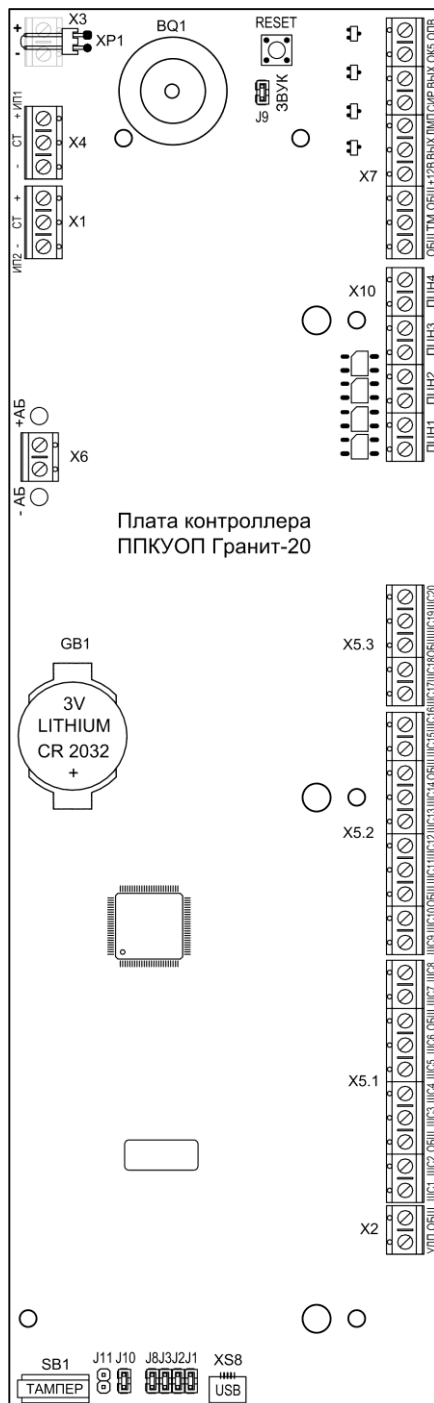
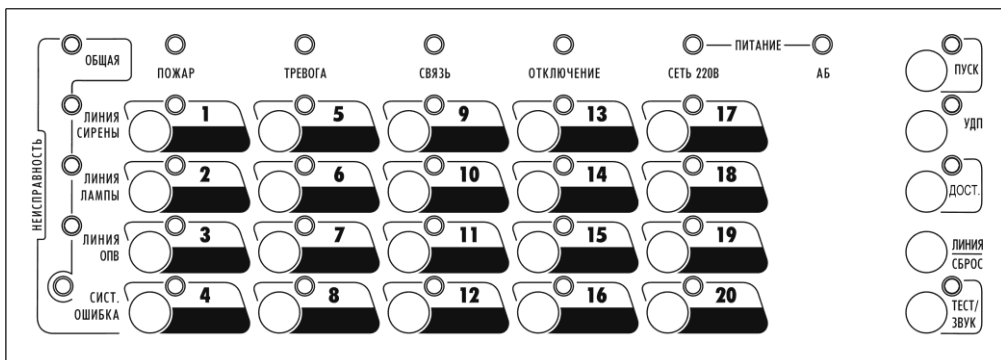

Рис.1 Плата контроллера прибора (вид со снятой панелью и платой индикации)
Рис.2 Панель индикации и управления ППКУОП Гранит-20
Конструктивно прибор состоит из корпуса (основания) и съёмной крышки. В корпусе расположены: плата контроллера (см. рис.1) с установленной на ней платой индикации и плата источника питания. На плате индикации установлена панель индикации и управления прибора (см. рис.2). В корпусе прибора также предусмотрен отсек для размещения аккумуляторной батареи.
На плате источника питания прибора (расположена под платой контроллера, на рис.1 не показана) расположен клеммник «220В», предназначенный для подключения прибора к сети 220 В и установлен самовосстанавливающийся предохранитель, который не требует замены после срабатывания.
(рис. 1) расположены:
На плате источника питания (расположена под платой контроллера, на рис.1 не показана) расположен клеммник «220В», предназначенный для подключения прибора к сети 220 В.
3.2 На панель индикации и управления прибора (см. рис.2) выведены: